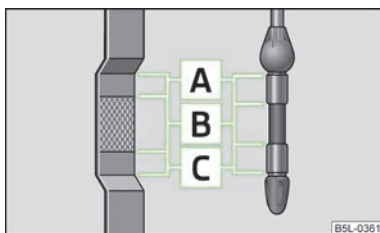

Fig. 119
Joja indică nivelul uleiului » fig. 119.
- Nivelul uleiului nu trebuie să fie în nici un caz, deasupra zonei **A** » fig. 119. Pericol de deteriorare a instalației de evacuare a gazelor arse!